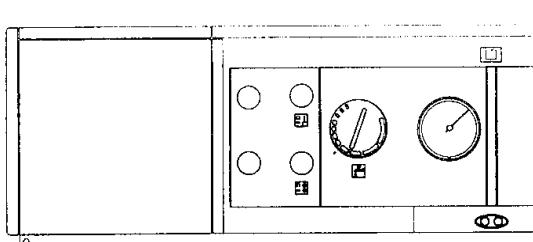

Рис. 7.6
- установить терmostат на минимальное значение температуры (рис. 7.6).